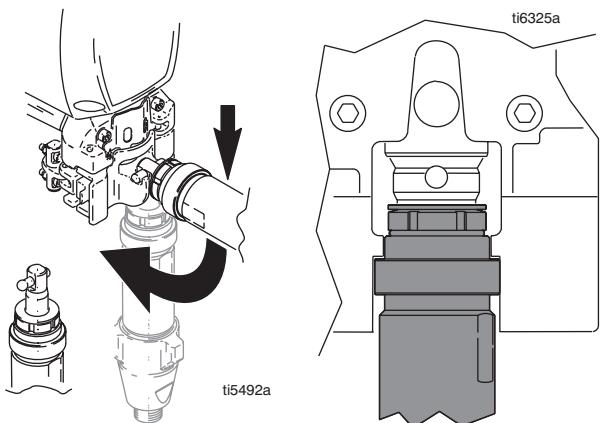

图 24
1. 图 24. 通过销针座调节活塞柱，从而拉出活塞柱。在硬的表面上轻击活塞柱，将活塞柱推出。